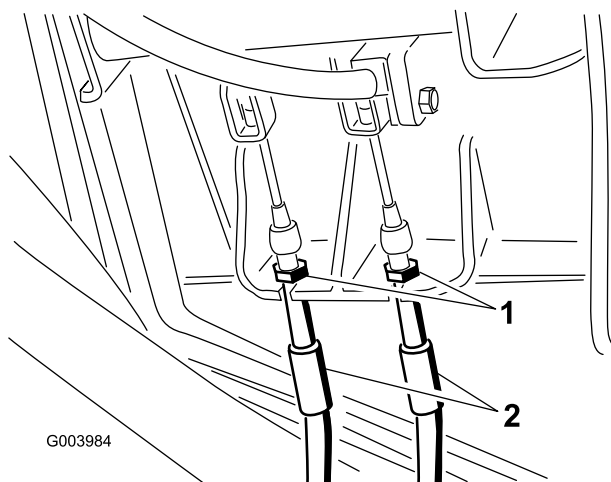

Figure 74
1. Pour réduire la garde aux pédales de frein, serrez les freins en desserrant l'écrou avant sur l'extrémité fileté du câble de frein (Figure 74).